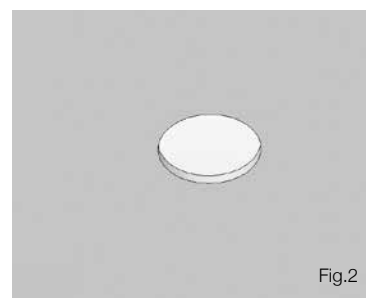

Fig.2
2. Pour la connexion à un amplificateur, utilisez les broches 1 et 2 (Fig.2) :